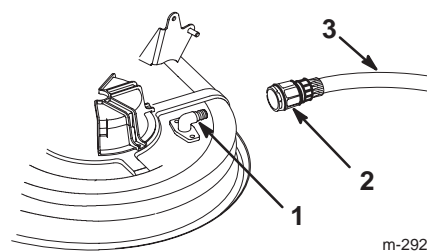

Bild 52
5. Drehen Sie eine Schlauchkupplung (gehört nicht zum Lieferumfang) auf den Mähwerk-Spülanschluss und drehen Sie das Wasser ganz auf (Bild 52).